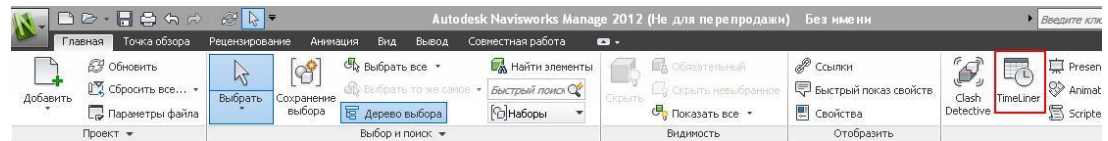

Рис. 142
- Запустите модуль **TimeLiner**, нажав соответствующую кнопку на ленте (Рис. 142).